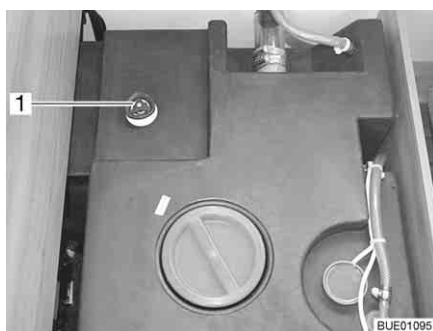

Bild 203 Vattentank med ratt
- Vrid ratten på vattentanken moturs mot motståndet till stoppläget (Bild 203,1) för att öppna utloppsöppningen helt.